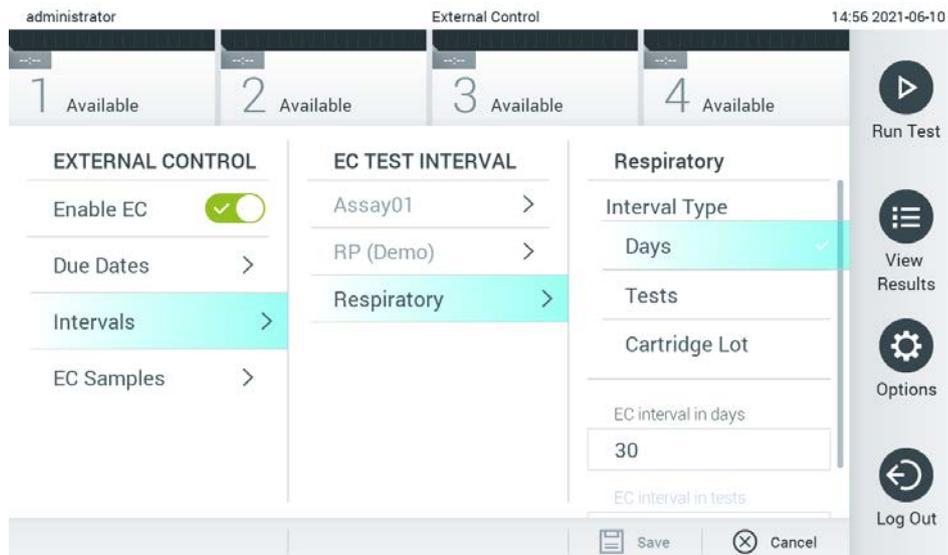

Figure 52. Écran External Control Intervals (Intervalles de contrôle externe).
4. Sélectionnez **Intervals** (Intervalles), puis un dosage dans la liste pour configurer l'intervalle après. Un rappel s'affiche pour rappeler aux utilisateurs qu'un test de contrôle externe doit être effectué pour le dosage sélectionné si l'intervalle est dépassé (figure 52).